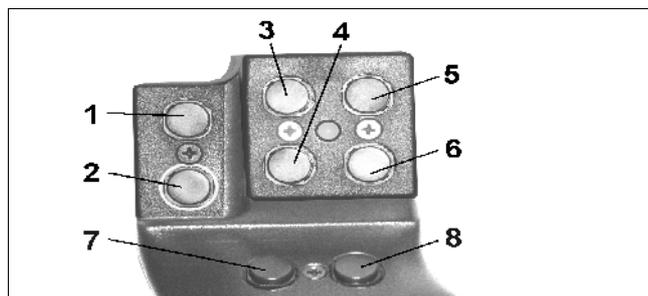
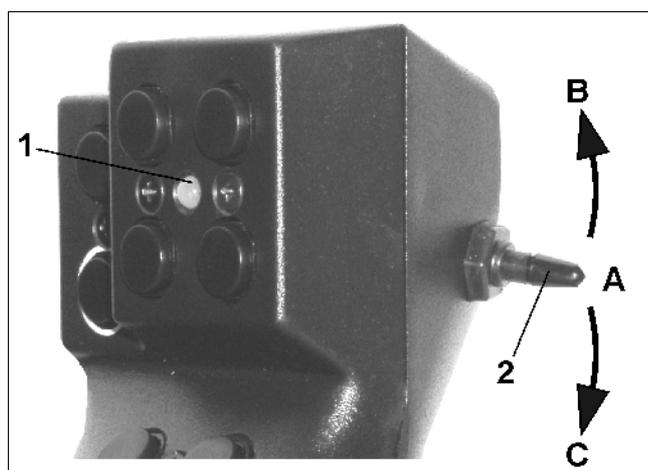

Fig. 89
Fig. 90
For at kunne betjene **AMATRON⁺** har Joysticket (Fig. 89) 8 taster (1 - 8) til rådighed. Derudover kan tasterne aktiveres tre gange ved hjælp af kontakten (Fig. 90/2).
- middelstilling (Fig. 90/A) og kan vippes
- op (Fig. 90/B) eller
- ned (Fig. 90/C).
Kontaktens stilling bliver vist med et LED-lys (Fig. 90/1).